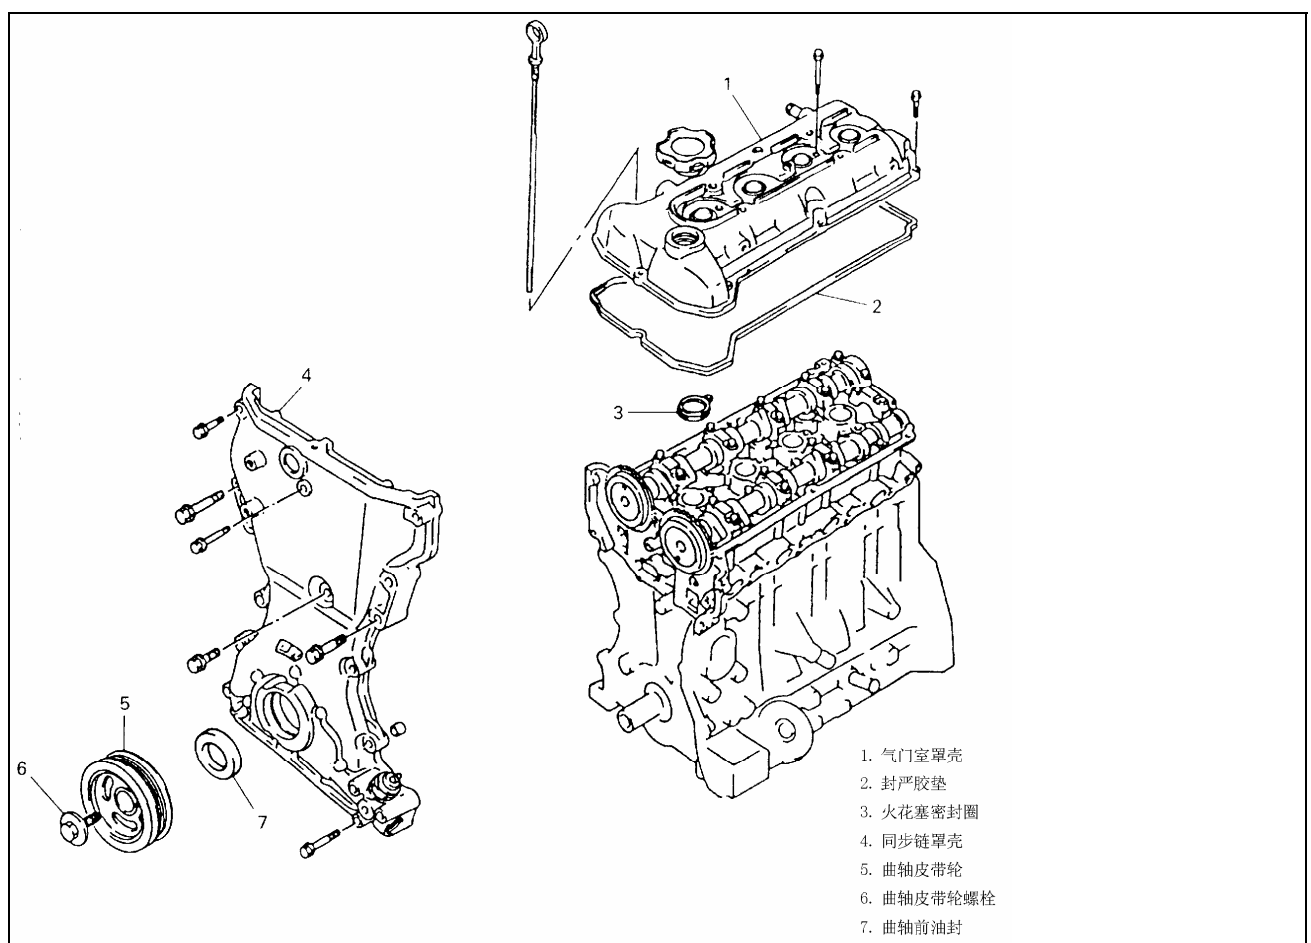

Рис. 4-30.
**\* Кожух цепного привода синхронизации в сборе, Рис. 4-30.**